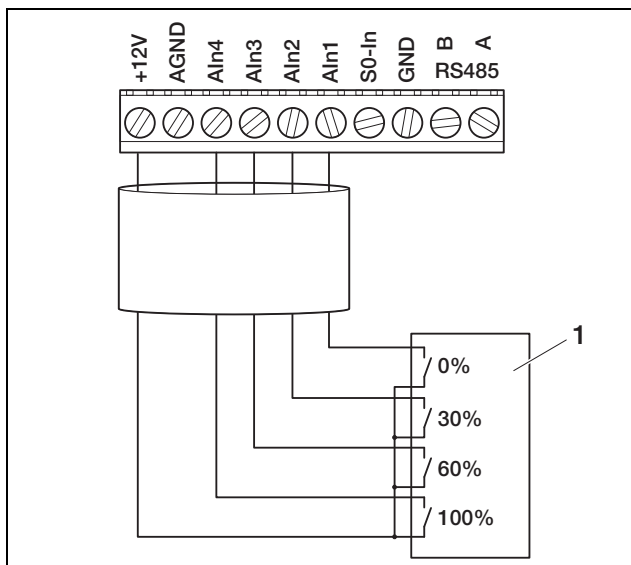

Figura 48: Conexión del receptor de telemando centralizado al inversor
- Conecte los cables del receptor de telemando centralizado según la asignación de conexión (figura 48 y tabla 9).